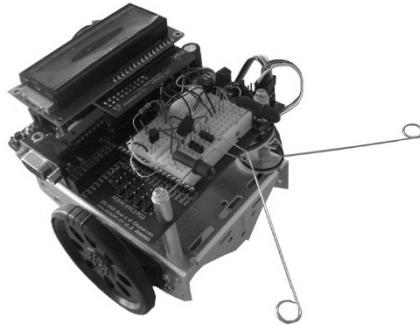

图 9-4 多传感器智能机器人
- 按图 9-4 所示搭建机器人，触觉及红外电路分别参考图 4-3 和图 5-3；